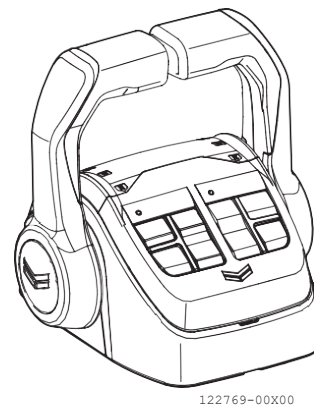
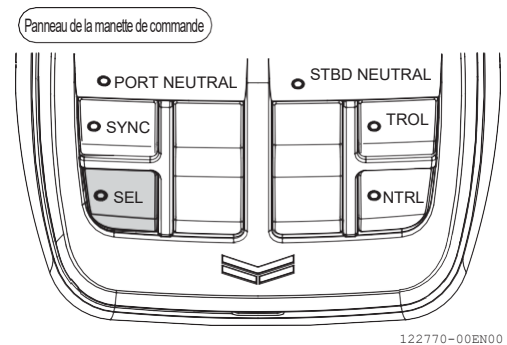

Figure 14
Figure 15
- Le témoin du panneau de commande s'allume, et le témoin « SEL » (**Figure 15**) de la manette de commande (**Figure 14**) s'allume ou clignote.